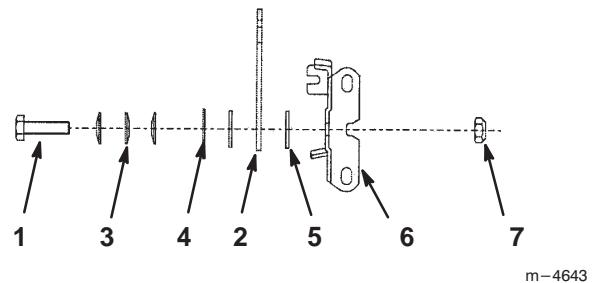

Figure 49
- Serrer l'écrou et le boulon. Essayer la manette pour voir si la dureté convient (Fig. 49).